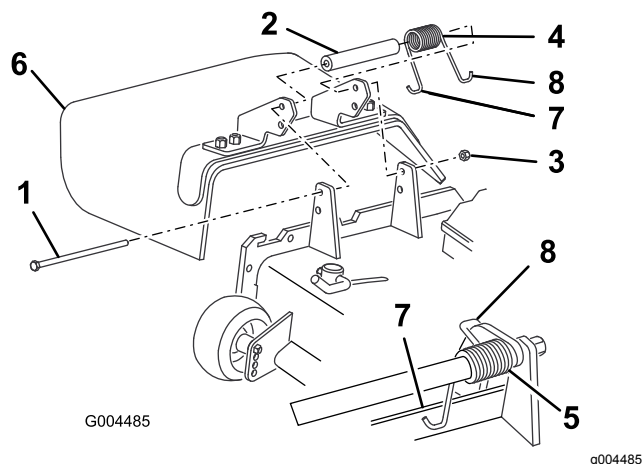

図 100
2. デフレクタをピボットブラケットに固定しているロックナット、ボルト、スプリング、スペーサを外す (図 100)。
3. 新しいデフレクタのブラケットの間にスペーサとスプリングを入れる 図 100。
注 必ず、スプリングの左側 J-フックをデッキエッジの後ろに引っ掛け、それからボルトを 図 100 のように取り付けてください。
注 スプリングの右側の J-フックの端部をデフレクタに引っ掛けてください 図 100。